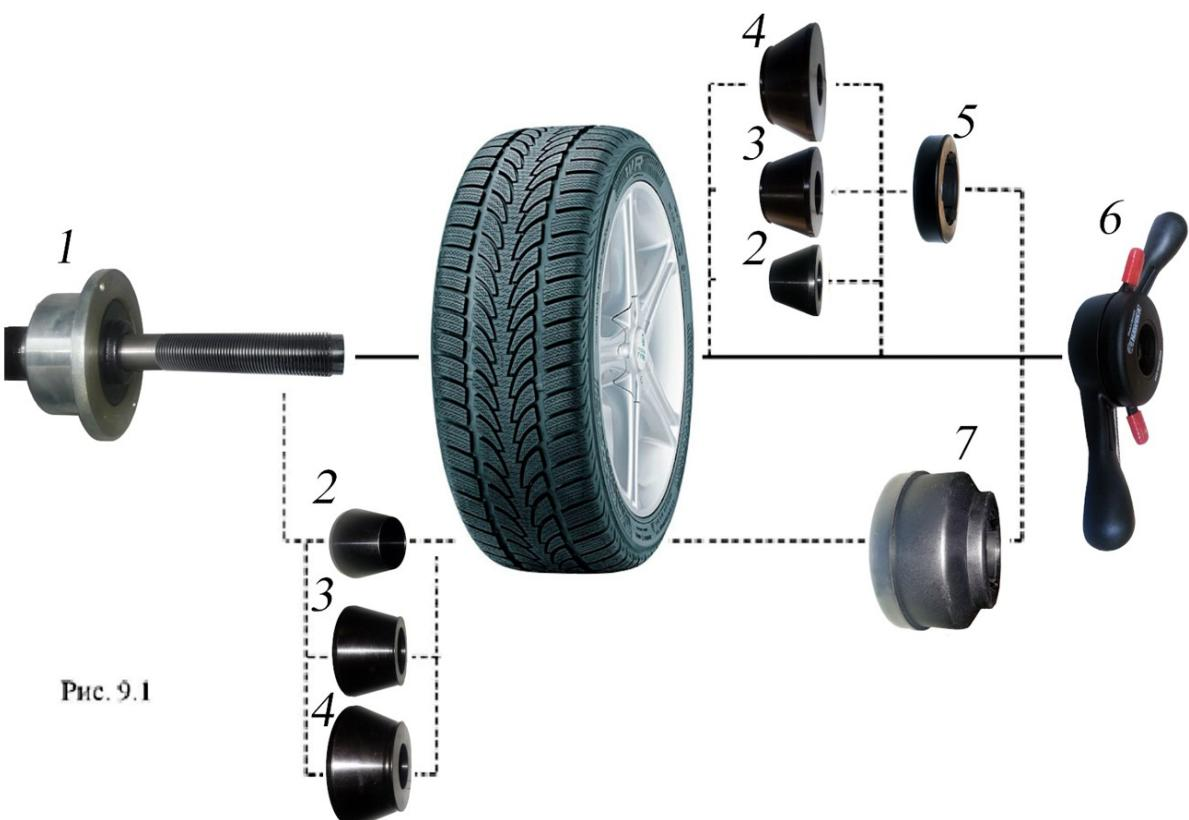

Рис. 9.1
9.2. Балансируемое колесо закрепляется на валу СБ за центральное отверстие диска с помощью конусов и быстросъемной гайки с раздвижными резьбовыми сухарями. В зависимости от конфигурации диска конус может быть установлен как с внешней стороны диска (вариант «*a*»), так и с внутренней (вариант «*b*»). При этом на гайке 6 кольцо 5 должно быть заменено на чашку 7. (см.рис. 9.1)
9.6. СБ оборудован педалью для ускорения установки колеса по (варианту «б») (см.рис. 9.1) Установите колесо на конус, установите быстросъемную гайку, нажмите два раза педаль, удерживая колесо и быстросъемную гайку. Вал СБ начнет вращаться, зажимая колесо, когда колесо будет зажато вращение вала остановится. Окончательно затяните колесо быстросъемной гайкой вручную.